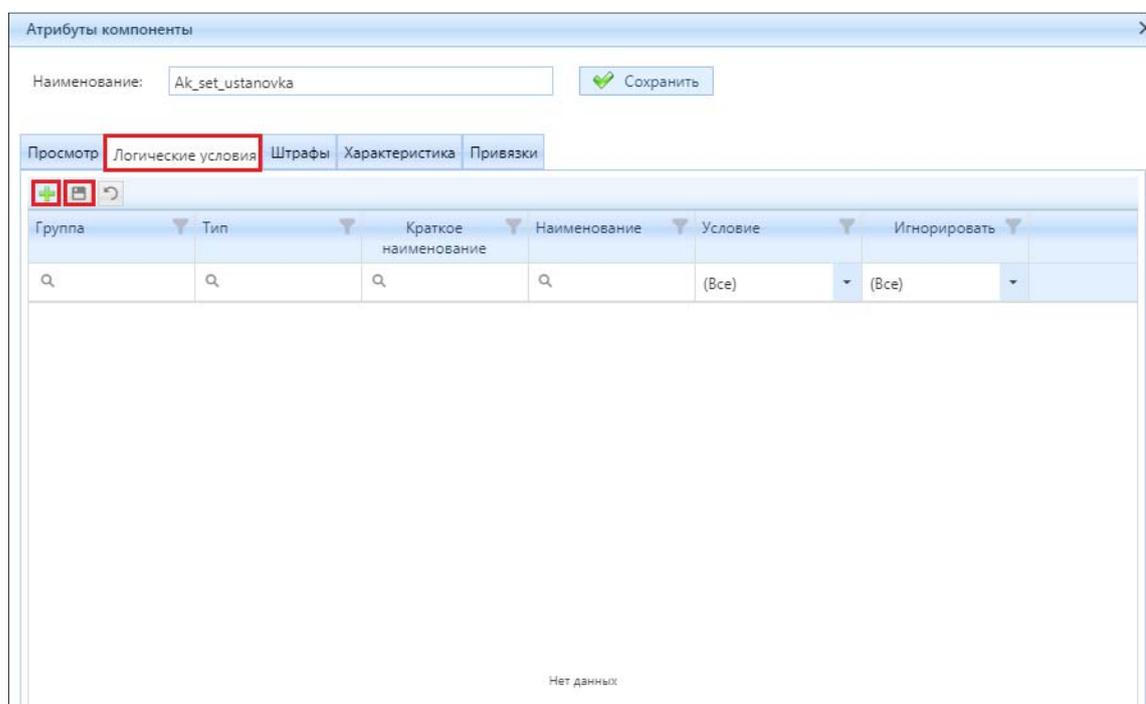

Рисунок 4.3.12 – Визуализация окна «Атрибуты компонента» для Термопреобразователя, наложение логического условия
Для того, чтобы установить логическое условие на компонент необходимо нажать кнопку (2) «Редактировать» (рис. 4.3.5) в окне «Атрибуты компонента» (рис. 4.3.12) нажать на вкладку «Логические условия», затем «Добавить», в появившемся окне выбрать 2-ой компонент, далее в строке выставить необходимое условие работы. Нажать кнопку «Сохранить» (рис. 4.3.12).